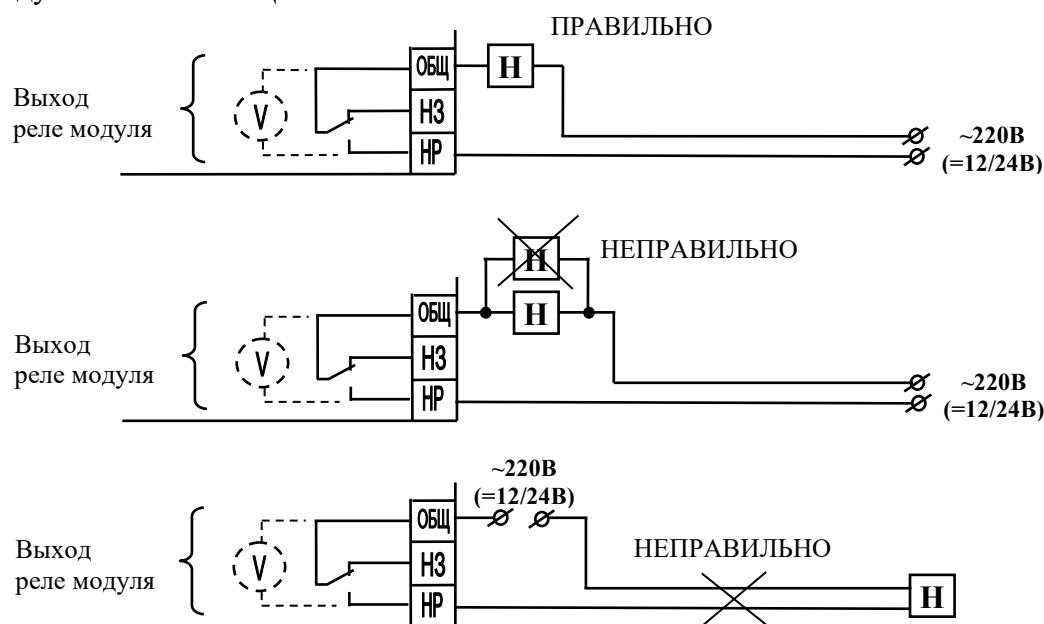

Рис.4. Особенности схемы подключения нормально-включенной нагрузки к МАКС-У исп.2.
**3. Извлечение платы из корпуса и удаление джамперов, указанных на рис.4, производить при отключенном напряжении нагрузки.**
2.2.4. На рис. 4 показаны наиболее часто встречающиеся ошибки подключения нормально-выключенной нагрузки к контактам модуля. На рисунке представлен также принцип контроля цепи управления, который условно может быть представлен как вольтметр, измеряющий напряжение между клеммами ОБЩ и НР.
Как демонстрирует рис.4, модуль обеспечивает контроль исправности цепи только одной подключенной нагрузки – обрыв цепи второй нагрузки обнаружен не будет.
При этом для эффективного контроля исправности нагрузки и цепи управления рекомендуется устанавливать модуль вблизи нагрузки. При работе с удаленной нагрузкой, как показано на рис.4, короткое замыкание в проводах, питающих нагрузку, обнаружено не будет.